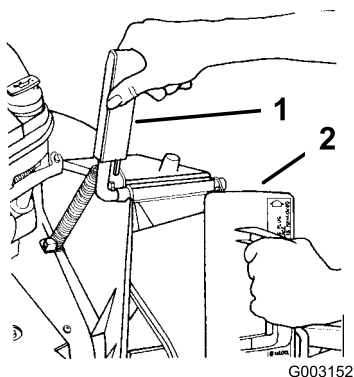

Figura 6
1. Tirate in avanti la maniglia dello sportello di scarico e spostate indietro lo sportello per aprirlo (Figura 6). Tenete la maniglia dello sportello di scarico per impedire che lo sportello a molla si chiuda mentre inserite la chiusura.
2. La chiusura è leggermente più larga dell'apertura del canale di scarico, pertanto dovrete girarla leggermente in senso orario durante l'inserimento (Figura 6).